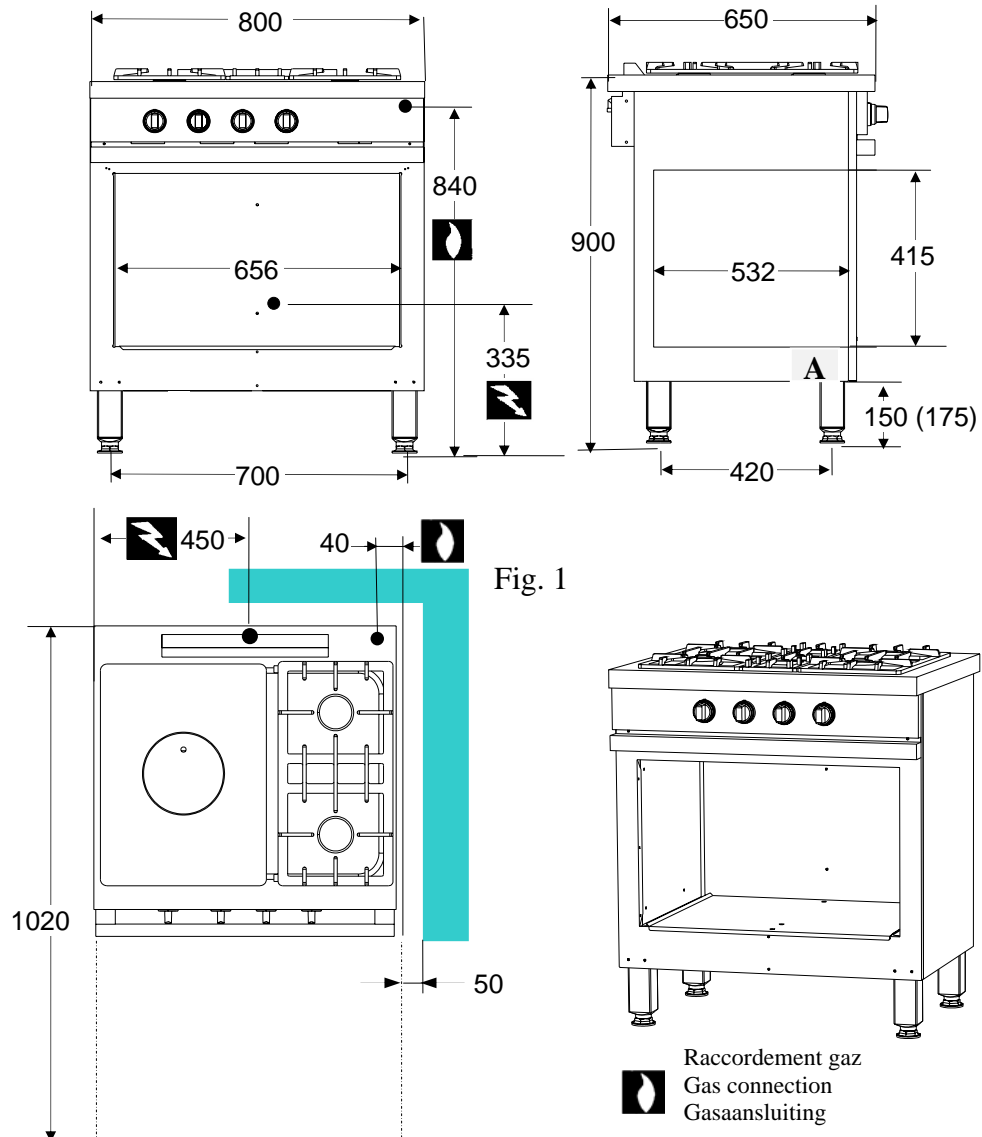

Fig. 1
(FR) - Le parfait état de propreté des canalisations, afin d'éviter l'obstruction des injecteurs et le dysfonctionnement des têtes magnétiques. Le gaz pour lequel l'appareil à été réglé : plaque signalétique (A fig. 1) et marquage. La compatibilité de la section des canalisations d'alimentation avec la puissance de l'appareil (suivant fiche technique). La conformité du débit d'air neuf (voir tableau 1).
(GB) - Pipework is perfectly clean in order to prevent the injectors becoming blocked and malfunctioning of the magnetic heads. The gas for which the appliance was set up: rating plate (A fig. 1) and markings. Cross-sectional area of gas supply pipework is compatible with the appliance's thermal output (as per technical data sheet). Correct fresh air flowrate (See table 1).
(NL) - Of de buisleidingen volkomen schoon zijn, om verstopping van de injectors en storingen in de werking van de magneetkoppen te voorkomen. Voor welk soort gas het apparaat is ingesteld: zie constructieplaatje (A fig. 1) en markering. Of de doorsnede van de toevoerbuizen afgestemd is op het vermogen van het apparaat (zie technische gegevens sheet van het apparaat). Juiste doorvoerhoeveelheid verse lucht (zien tabel 1).
(FR) Raccord femelle Ø 15/21, filetage 1/2" gaz (fig. 1 & 2),
(GB) Female coupling Ø 15/21, 1/2" gas thread (fig. 1 & 2).
(NL) Vrl. koppeling Ø 15/21, schroefdraad 1/2" gas (fig. 1 & 2).